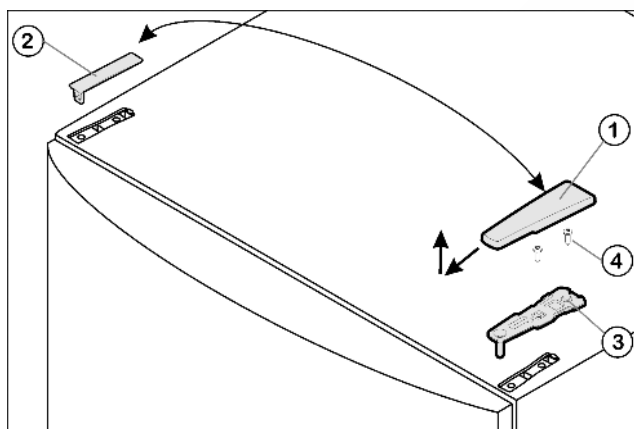

Fig. 4
- ▶ Потяните крышку Fig. 4 (1) вперед и вверх.
- ▶ Снимите крышку Fig. 4 (2).
- ▶ Открутите верхний опорный кронштейн Fig. 4 (3)(2 шт. Torx® 25) Fig. 4 (4) и вытяните вверх.
- ▶ Установите верхний опорный кронштейн *Fig. 4 (3)* на новой стороне шарнира и защелкните в дверце.
- ▶ Привинтите верхний опорный кронштейн (**с моментом 4 Нм**) (2 шт. Torx® 25) *Fig. 4 (4)*. При необходимости проделайте отверстия или используйте аккумуляторную отвертку.
- ▶ Наденьте и защелкните крышку *Fig. 4 (1)* и крышку *Fig. 4 (2)* на противоположной стороне снаружи.